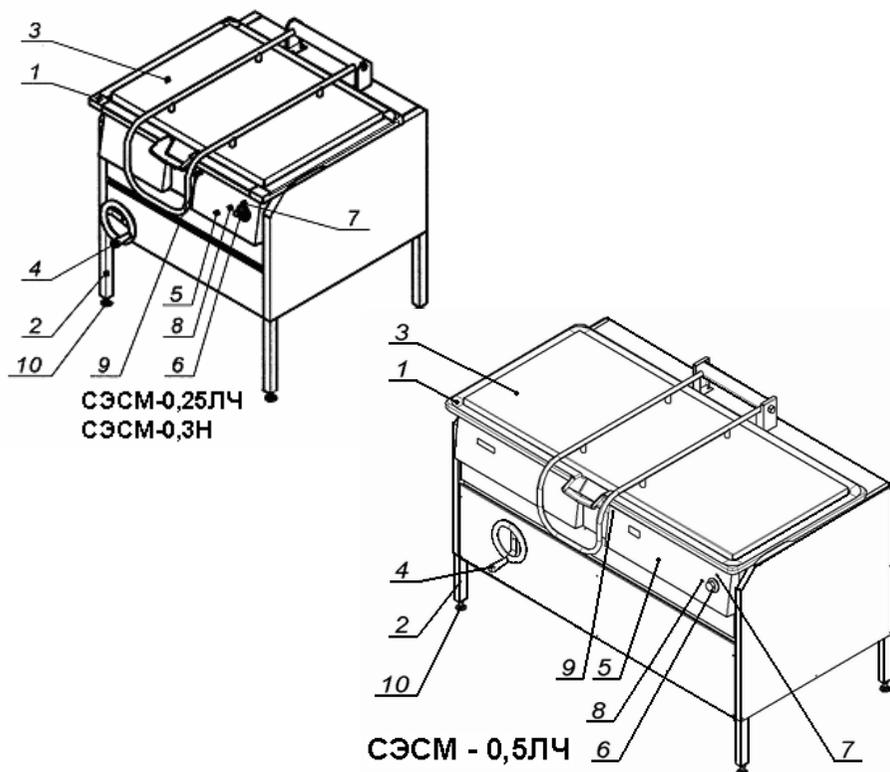
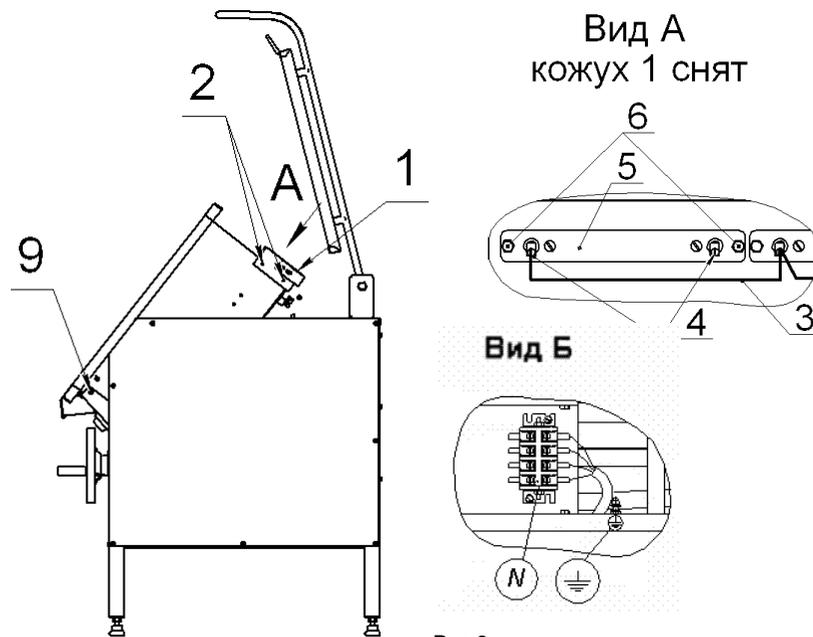

Рис.1
Рис.2
4.1 Общий вид сковород представен на рис. 1
4.2 Сковорода представляет собой прямоугольную чашу (рис.1, поз.1), боковые цапфы которой шарнирно закреплены на раме (рис.1 , поз.2).
Нагрев чаши осуществляется ТЭНами, установленными под подом чаши. ТЭНовы вставлены и закреплены с тыльной стороны чаши. Обслуживание и замена ТЭНов производится при открытой крышке, наклонённой в крайнее положение чаши и снятом кожухе (рис.2, поз. 1), для чего необходимо вывернуть 4 винта (рис.2, поз.2), крепящие кожух к чаше.
Сковорода оборудована терморегулятором (рис.1, поз.6) температуры пода чаши и сигнальными лампами (рис.1 поз.7, 8), установленными на правой лицевой панели (рис.1, поз. 5) чаши.
Лампа «сеть» (рис.1, поз.7) сигнализирует о включении сковороды в электросеть.
Лампа "работа" (рис.1, поз. 8) сигнализирует о подаче напряжения на ТЭНы.
Для удобства обслуживания, правая лицевая панель (рис.1, поз.5) может быть откинута на петлях, для чего необходимо вывернуть 2 винта (рис.1, поз.9 и рис.2, поз.9), крепящие панель к чаше.
Чаша накрывается откидной крышкой (рис.1, поз.3), снабженной пружинным механизмом, который обеспечивает легкий подъем и фиксацию крышки в открытом положении.
Слева, на раме, размещен механизм наклона чаши (рис.1, поз.4). Наклон чаши, для выгрузки продукта, осуществляется, при открытой крышке, вращением маховика по направлению стрелки "наклон". Возврат чаши в рабочее положение осуществляется вращением маховика в противоположную сторону. При наклоне чаши, с включенными ТЭНами, на угол более 12° от горизонтали, ТЭНы автоматически выключаются.
Регулируемые опоры (рис.1, поз.10) позволяют производить регулировку сковороды в горизонтальной плоскости и регулировку высоты сковороды в диапазоне от 840 до 860 мм.
9.4.1 Для доступа к ТЭНам, необходимо снять кожух (рис.2, поз.1), вывернув 4 винта (рис.2, поз.2).
- отвернуть винты (рис. 2, поз. 4) и снять с ТЭНа шину и фазный провод (рис.2, поз.3);
- отвернуть винты (рис. 2, поз. 6) и снять вынуть из панели планку (рис.2, поз. 5), с закрепленным на ней ТЭНом, заменить ТЭН;
9.4.2 Для доступа к терморегулятору и сигнальным лампам, необходимо вывернуть два винта (рис.1, поз.9 и рис.2, поз. 9) и откинуть правую лицевую панель чаши (рис.1, поз. 5) на петлях.
- 6.8 Заземлить сковороду отдельным проводом. Зажим заземления расположен рядом с клеммной колодкой (рис. 2, вид Б).
- 6.11 Подключить клеммную колодку (рис. 2, вид Б) к электросети U = 380В согласно маркировке.